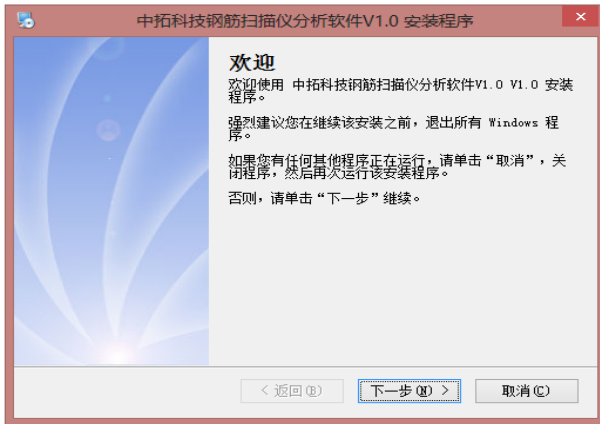
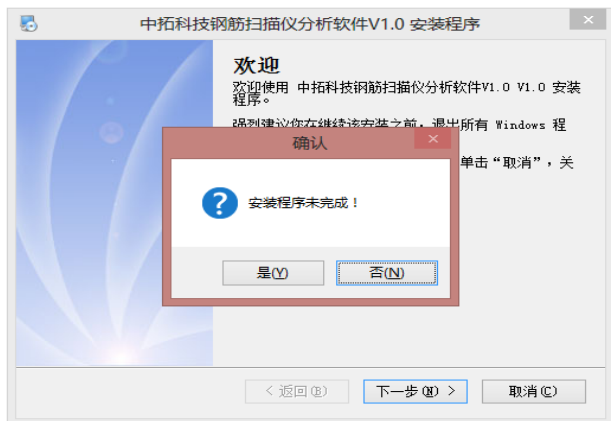

图 6-1-1
图 6-1-3
- 1、 打开安装光盘，双击中拓科技钢筋扫描仪分析软件文件夹中的 Setup 图标，计算机会先复制文件，复制结束后则会出现如图 6-1-1 的安装界面。点击 **下一步** 则进入图 6-1-1，此时可输入用户信息，不输入则点击 **下一步** 进入安装界面，点击 **取消** 则出现退出软件安装界面（如图 6-1-3），点击图 6-1-3 中的 **否** 返回图 6-1-1 的安装界面，点击 **是** 则软件退出安装。
2、进入图 6-2-1 安装界面，在此界面点击**更改**可以更改程序的安装路径，点击**下一步**进入 6-2-2，点击**返回**则返回图 6-1-1 界面，点击**取消**则如图 6-1-3 界面。进入图 6-2-2 点击**下一步**则进入图 6-2-3，点击**下一步**进行安装。完成后，进入图 6-2-4，点击**下一步**进行 USB 驱动程序安装。